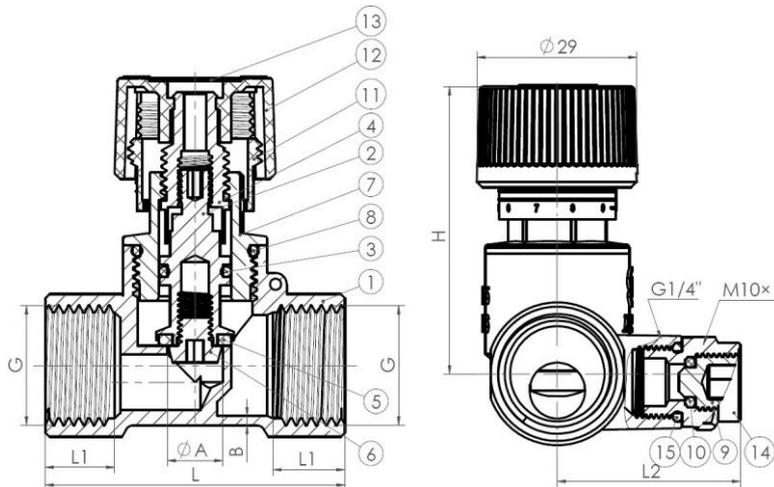

Рис. 1
2.2. Основные габаритные и присоединительные размеры приведены в табл. 2 и на рис. 1.
Таблица 2. Габаритные и присоединительные размеры клапанов в мм Рис. 1.
Таблица 3. Конструкция и спецификация материалов клапанов Рис. 1.